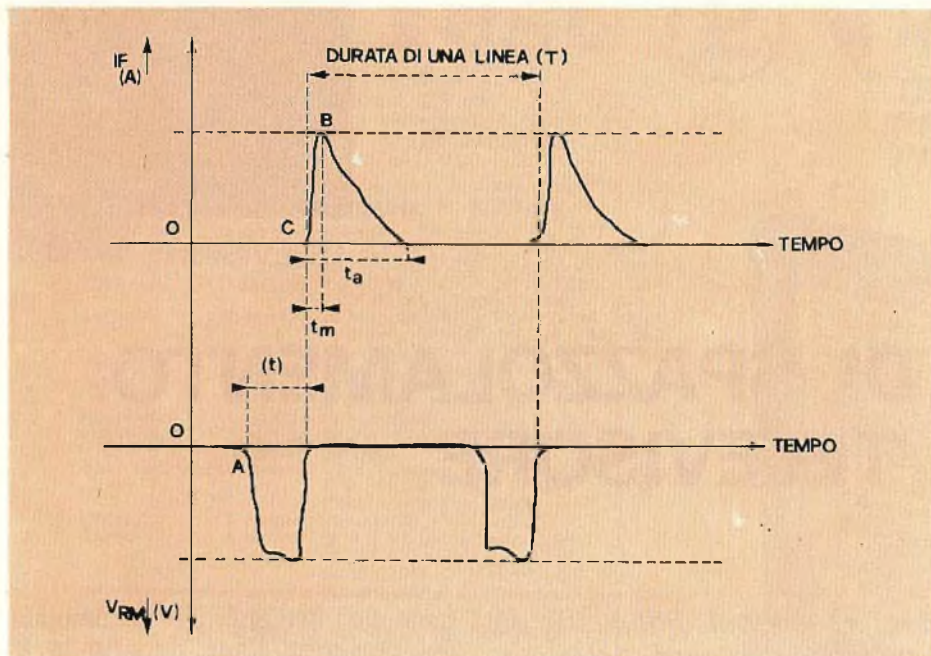

Fig. 2 - Corrente e tensione di un diodo di recupero di corrente dello spazzolamento linee.
fra (C) e (B) uguale a (t_m) allungando dunque il tempo di ritorno dello spazzolamento di linea (vedi fig. 2).